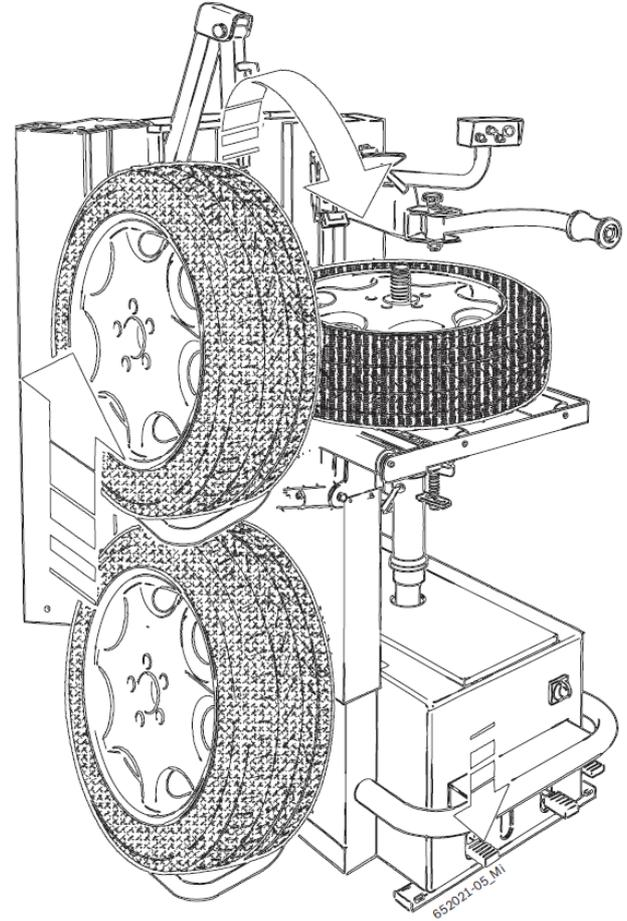

Рис. 3. Поднимите колесо и сдвиньте его вправо.
4. Поднимите при помощи педали для колесного подъемника колесо до верхнего конечного упора (рис. 3).